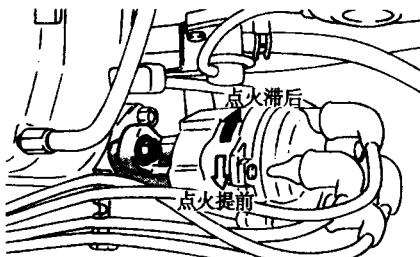

图 10 调整分电器——海市蜃楼 (Mirage) 车
①断开蓄电池负极接线, 若有高压线罩, 请拆下。
②必要时, 附上标签后断开分电器盖上的高压线。
③拆下分电器配线插接器。
④松开分电器盖的锁止螺钉或弹簧夹, 将带有全部点火线的分电器盖抬起。有必要时, 可拆下点火线圈接线。
⑤将分电器转子和壳体、分电器壳和发动机做上配合标记 (图 10)。